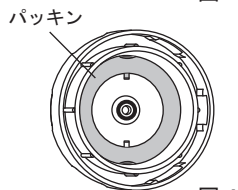

図 4
- ・ ボトルに水、または消毒液を補充する前に、蓋内側のパッキンがきれいであるか確認してください。(図4)